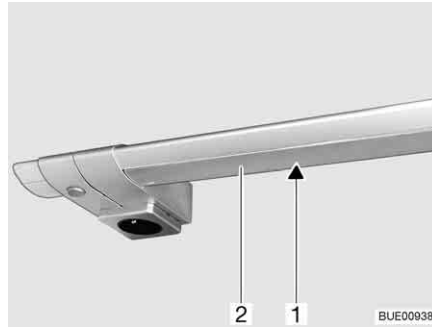

Fig. 224 Luce area cottura
- Comprimere leggermente con entrambe le mani la copertura (Fig. 224,2) e tirarla verso il basso. Iniziare ad estrarre tirando a destra o a sinistra.
- Rimuovere la lampada alogena ad incandescenza (Fig. 224,1).